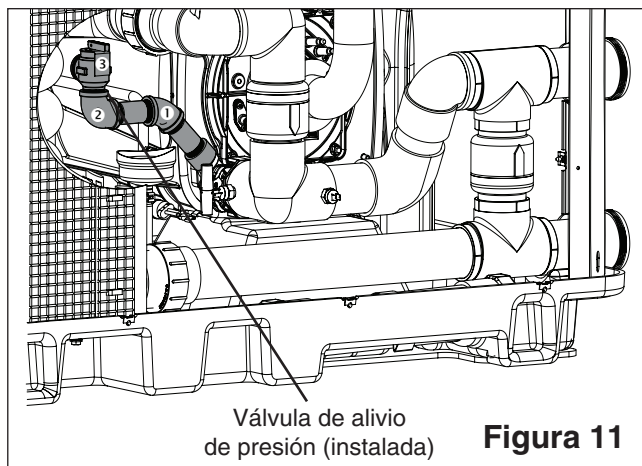

Figura 11
3. Enrosque la tubería de latón cédula 40 y un codo de 45 grados [1], incluido en el kit PRV, en el colector del motor de gas inferior. El codo debe estar orientado de modo que la rosca hembra del codo quede horizontal. Ver **Figura 11**.
4. Enrosque la segunda tubería de latón cédula 40 y un codo de 90 grados [2] en el codo de 45 grados [1]. Asegúrese de que el extremo abierto del codo de 90 grados esté orientado verticalmente. Ver **Figura 11**.
5. Instale la válvula de alivio de presión Pentair (parte N.º 072138), incluido en el kit PRV, o una válvula de alivio equivalente de 50 psi (345 kPa) 3/4" ASME-Tipo IV [3] en el codo de 90 grados [1]. Ver **Figura 11**.